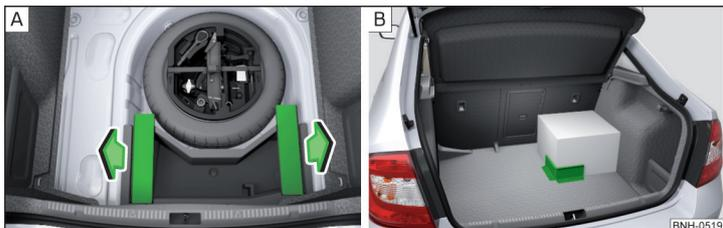

Abb. 112 Cargo-Elemente herausnehmen / Befestigungsbeispiel der Ladung mittels des Cargo-Elements
- Vor dem Gebrauch die Cargo-Elemente in Richtung der Pfeile herausnehmen » Abb. 112 - **A**.
- Die Ladung mittels der Cargo-Elemente möglichst in der Nähe der Rücksitze befestigen » Abb. 112 - **B**.